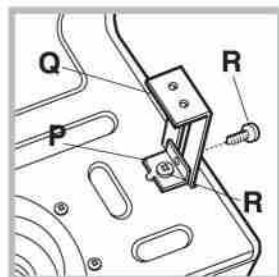
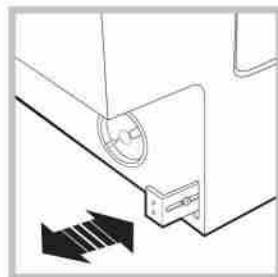

Fig. 8
Fig. 9
- چنانچه دستگاه لباسشویی را در پایان یکسری کابینت نصب کرده اید، یک یا دو کمکی را برای قالب گیری بالا ببرید (همانطور که در Fig 8 نشان داده شده است). آنها را با عمق بر اساس پایه قالبگیری تنظیم نمایید. و اگر لازم بود، پایه را به کمکی ها ببندید (Fig 9)